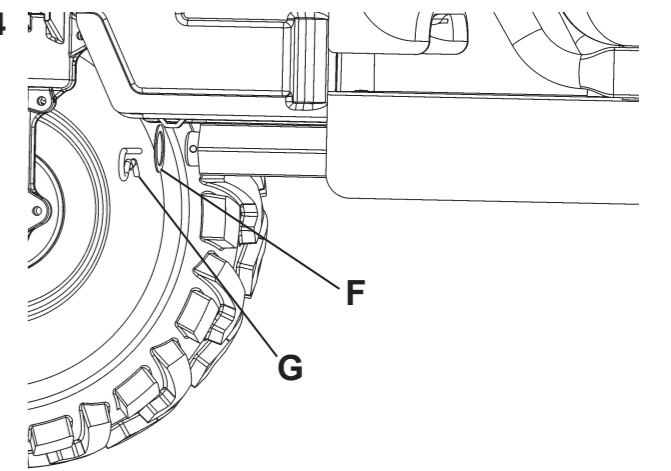

FIG. 5
**UTILIZZO CON CASSA O CON SOLA PIATTAFORMA (Fig. 5)** La macchina può essere utilizzata, in base alle esigenze, con o senza cassa (part. 8), nel primo caso è sufficiente introdurre dall'alto il contenitore all'interno della ringhiera posta sul perimetro della piattaforma (9). Nel caso di utilizzo della sola piattaforma è possibile facilitare le operazioni di carico/scarico dei materiali aprendo il cancello anteriore (10), per fare questo è sufficiente alzarlo. Per ridurre l'ingombro laterale della macchina è, infine, possibile montare la piattaforma ruotata di 90°, con cioè il cancelletto di apertura posto sul fianco; in questo caso occorre però fare attenzione a posizionare il carico quanto più vicino possibile al manubrio ed a non superare i 75 kg., al fine di evitare pericolosi rovesciamenti.
**HOW TO USE THE UNIT WITH THE CASE OR WITH THE PLATFORM ONLY : (Fig. 5)** the unit can be used, according to your own needs, with or without the case (see ref. 8). If you want to use it with the case you only have to settle it into the enclosure on the top of the platform perimeter (9). In case you want to use the platform only it is easy to unload/load the contents by opening the front gate (10). To open the gate it is enough to lift it up. To reduce the side bulk of the unit it is possible to assemble the platform turned 90°. i.e. with the opening gate on the side : this way , please take care of the position the contents to be as closer as possible to the handlebar and not to overcome 75 kgs. weight to avoid the unit to dangerously turn upside down.
**COMMENT UTILISER LA MACHINE AVEC LA CAISSE OU SEULEMENT AVEC LA PLATE-FORME (Fig. 5)** : la machine peut être utilisée, à votre choix, avec ou sans caisse (part. 8). Dans le premier cas il est assez d'engager la caisse du haut dans l'enclos de la plate-forme (9). Dans le cas qu'on veut utiliser la plate-forme il est possible de faciliter les opérations de chargement/déchargement des matériels en ouvrant le petit portail antérieur : il suffit de le lever. Pour réduire l'encombrement latéral de la machine, montez la plate-forme tournée de 90° =avec le petit portail sur la partie latérale . En ce cas il faut prêter beaucoup d'attention à positionner le matériel le plus possible près du mancheron et de ne pas dépasser le 75 kgs. afin d'éviter des renversements dangereux de la machine.
**VERWENDUNG DER BLECH-PLATTFORM MIT UND OHNE KUNSTSTOFFBEHALTER (Bild 5)** : Das Zubehör kann je nach Bedarf mit oder ohne Behälter (8) verwendet werden. Bei Verwendung mit Behälter muß diese einfach in die vorhandene Blech.Plattform (9) ein- bzw. aufgesetzt werden. Bei Verwendung ohne Behälter, also nur Plattform mit entsprechenden Schutzgitter, kann zum besseren Be- und Entladen das vordere Gitter (10) nach oben geschwenkt werden. Sollte das Maschinenaußenmaß verkleinert werden, so kann man die Plattform um 90 Grad gedreht aufbauen. Das abklappbare gitter wäre dann auf der Seite. Allerdings ist zu beachten, daß sich hier die Höchstlast auf 75 kg. beschränkt ist, um ein gefährliches nach vorne kippen zu vermeiden.
**USO CON CAJA O CON PLATAFORMA (Fig. 5)** Según las exigencias, la máquina puede ser utilizada con o sin caja (pza. 8), en el primer caso es suficiente introducir desde arriba el contenedor dentro de la barandilla situada en el perímetro de la plataforma (9). Si se utiliza únicamente la plataforma, es posible facilitar la carga/descarga de materiales abriendo la puerta delantera (10) hacia arriba. Para reducir el volumen lateral de la máquina, se puede montar la plataforma girada a 90°, con la puerta de apertura situada en el lateral; en este caso, se debe prestar atención a colocar la carga lo más cerca posible del manillar y no superar los 75 kg., para evitar el riesgo de vuelco.